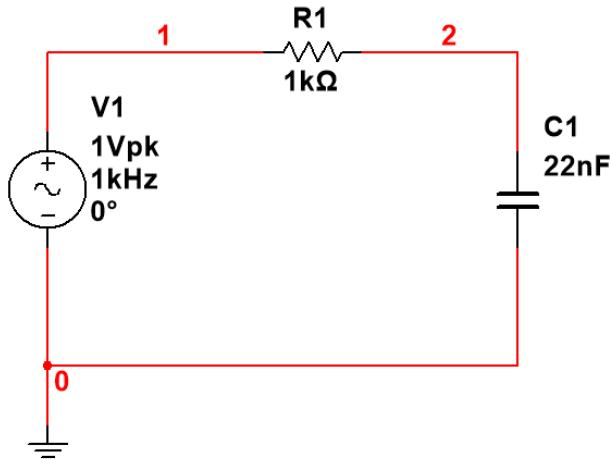

图 6 一阶 RC 低通电路频率特性的测试
(1) 建立电路如图 6。输入信号取信号源库(Sources)中的交流电压源(AC Voltage Source), 双击图标, 将其电压设置为 1V, 频率设置为 1kHz。